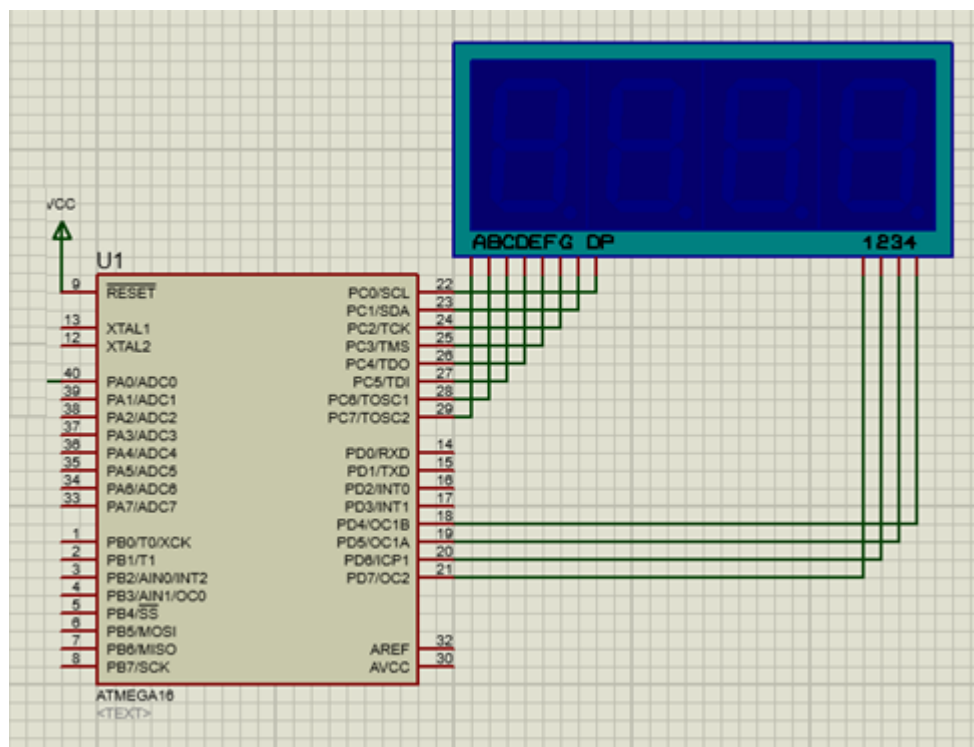

Рисунок 3.3 – Пример подключения компонентов к микроконтроллеру
3.5. Задать параметры терминалу Power. Двойным щелчком левой кнопки мыши по элементу Power (источник питания) открыть окно его свойств (рисунок 3.3), в появившемся окне во вкладке Label в графе string задать «+5V» и нажать «ОК».